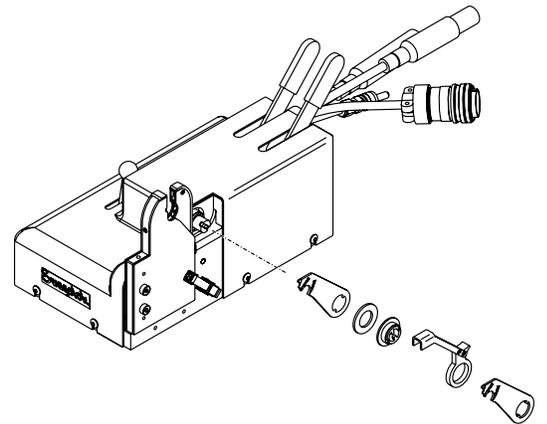

図 37：可動型クランプ・アセンブリーを取り付ける
8. スラスト・ベアリングおよびアダプター・ハブをシャフトに再度取り付け、溝付きシャフトに合わせます。図 37 をご参照ください。